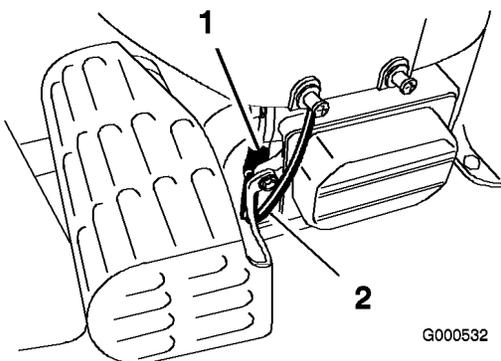

Figura 28
2. Staccate il cappellino della candela (Figura 28). Pulite intorno alla candela per evitare che la morchia penetri nel motore e lo danneggi.
3. Collegate il cappellino alla candela (Figura 28).